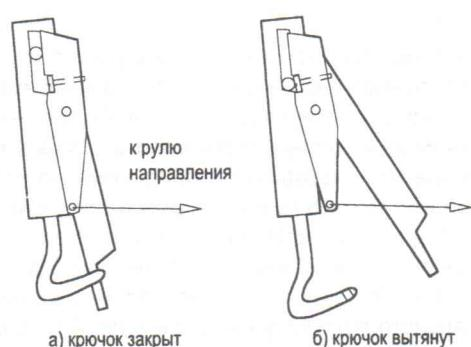

рис. 2. Разворот на старте
«Разворот на старте» – угол, на который отклоняется руль направления при вытягивании крючка (рис. 2).
**4. Регулировка времени первой и второй команд таймера.** После отладки прямолинейного разгона добавляется «разворот на старте», чтобы модель после старта быстрее разворачивалась по ветру (если модель будет долго стоять против ветра, то она может не успеть за потоком). Для современных конструкций крючков это примерно 0,5-0,75 оборота регулировочного винта (рис. 2). Теперь можно переходить непосредственно к отладке первой и второй команд таймера. Перед запуском устанавливаются все три команды. Их регулировка осуществляется методом последовательных приближений. Сначала регулируется первая команда. Ее диапазон от 0,6 до 0,8 секунды. Лучше начинать с минимального значения, постепенно увеличивая время первой команды. Необходимо добиваться, чтобы после ее отработки модель переходила в горизонтальное положение на минимальной скорости. Затем, при неудовлетворительной траектории,